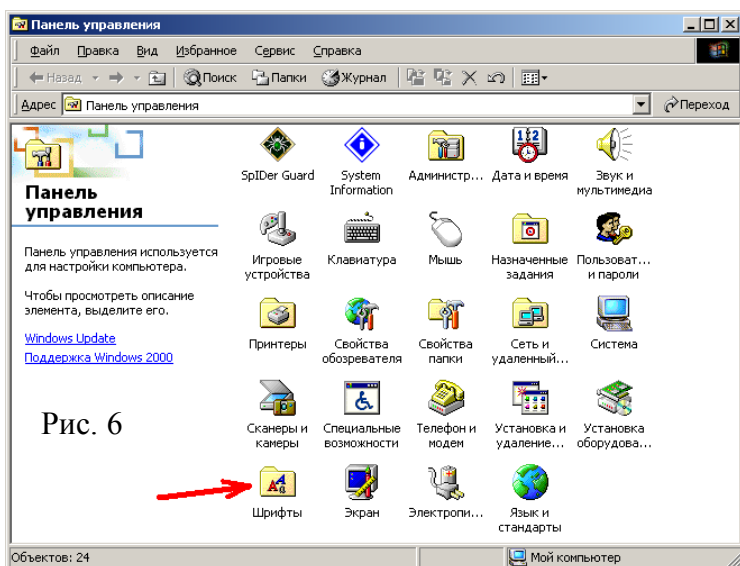
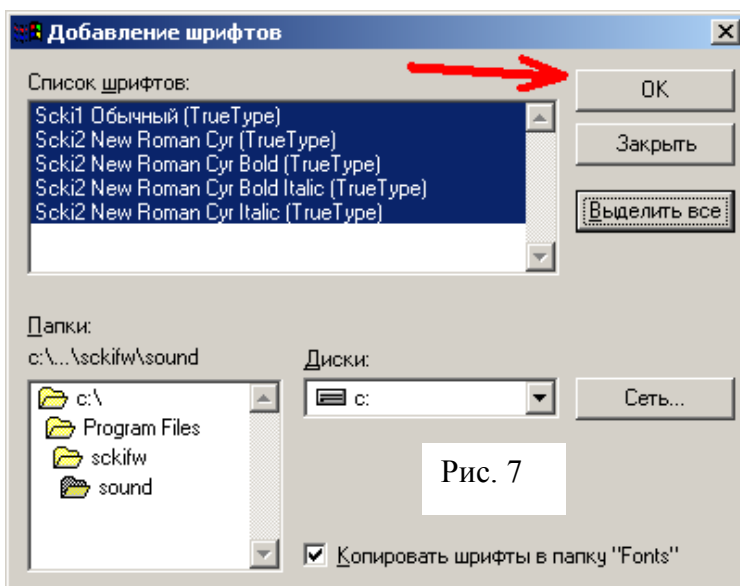

Рис. 6
Рис. 7
7. Теперь необходимо установить шрифты. Для этого зайдите в меню «ПУСК / НАСТРОЙКА / ПАНЕЛЬ УПРАВЛЕНИЯ / ШРИФТЫ» (рис. 6). На экране появится окно «Добавление шрифтов» (рис. 7). Выберите папку, куда была установлена программа (по умолчанию программа находится в *C:\Program Files\sckifw*) и в ней папку *SOUND*. В списке шрифтов отобразятся необходимые шрифты. Нажмите кнопку «ВЫДЕЛИТЬ ВСЕ», затем кнопку «ОК». Если